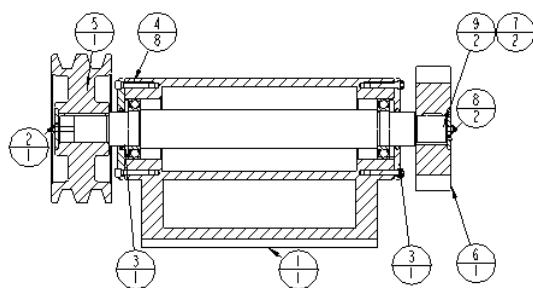

图 7.7.13 分割 BOM 球标
Step4. 选择 **Pick Pnt (选出点)** 命令, 在依附部件附近区域单击放置球标, 球标 3 随即被分割成两个球标, 分割结果如图 7.7.13 所示。